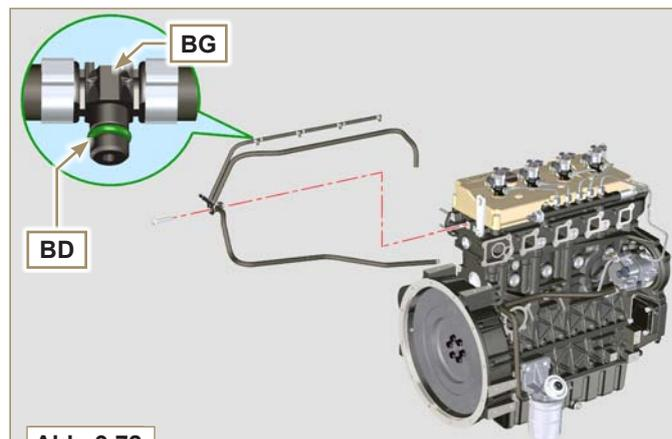

Abb. 9.72
- 2 - Die Rücklaufleitungen positionieren und das Verteiler **BE** mit der Schraube **BC** auf dem Zylinderkopf **BF** festziehen (Abb. 9.72) (Anziehmoment **10 Nm**).